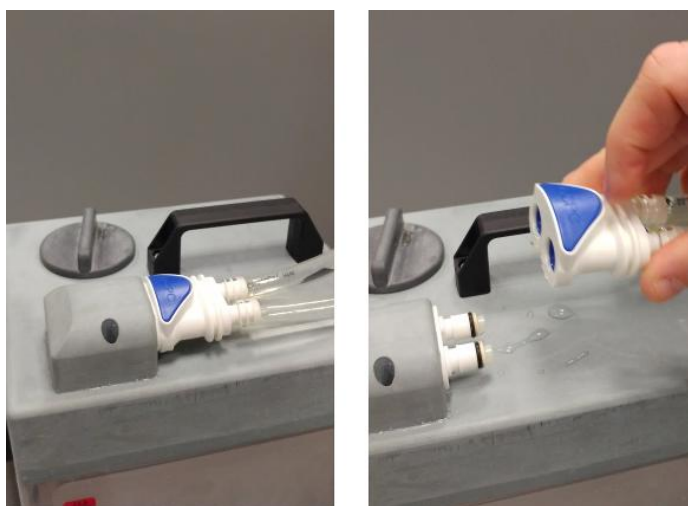

Figura 12-3
Fase 5. Scollegare i tubi. Vedere **Figura 12-3**.
- Fase 11. Accertarsi che il tubo flessibile del sistema idraulico sia collegato al tavolo paziente. **Vedere Figura 12-3.**